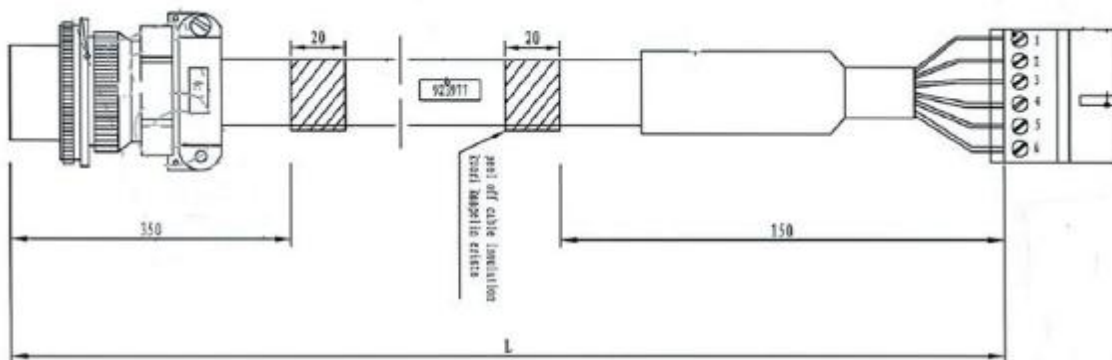
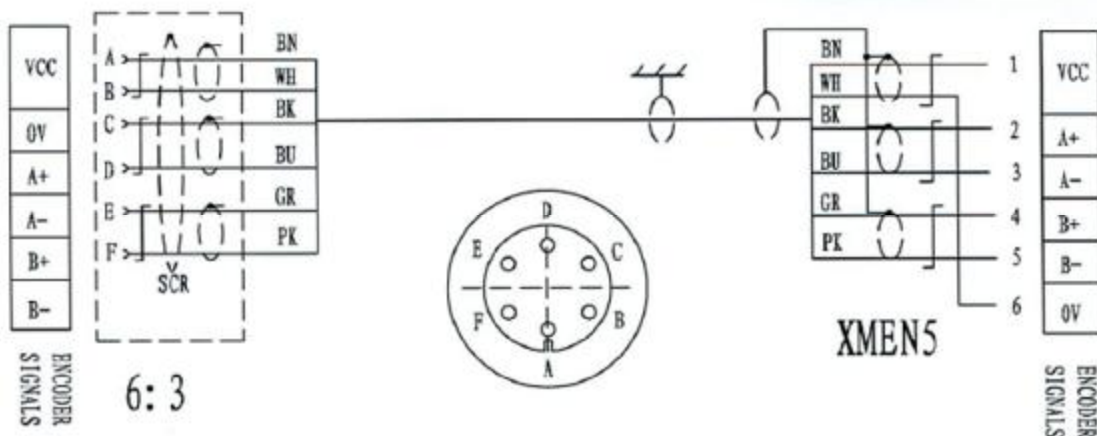

图 25 TS5246N705 编码器接线图
图 26 TS5246N705 编码器接线图端子
4) TS5246N705:具体接线见 P18 图 25~图 26